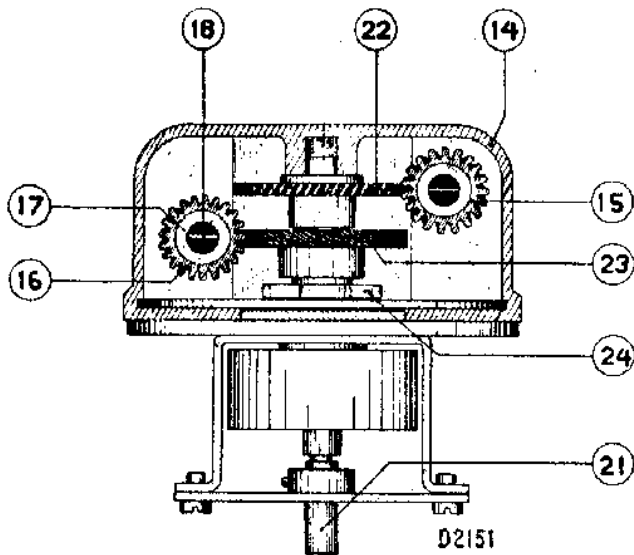

Fig. 9
2. Deksel wegnemen en as met schroefwiel (fig. 9, nò. 21, 22) verwijderen.
3. Schroefwiel (23) losnemen waarna potentio-meter met moer (24) los gedraaid kan worden.